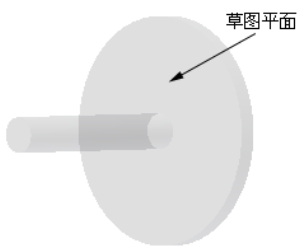

图 4-72 新建草图的平面
(1) 新建一个部件文件，并且创建一个轴零件，如图 4-72 所示。